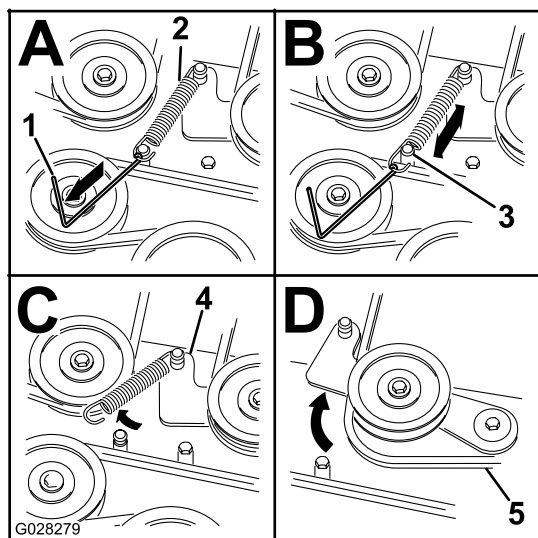

Figure 52
7. À l'aide d'un outil de dépose de ressort (réf. Toro 92-5771), décrochez le ressort de tension de l'ergot sur le tablier pour éliminer la tension sur la poulie de tension (Figure 52).
10. Acheminez la courroie neuve autour des poulies du tablier de coupe et de la poulie d'embrayage, sous le moteur (Figure 52).
11. À l'aide d'un outil de dépose de ressort (réf. Toro 92-5771), accrochez le ressort de tension à l'ergot situé sur le tablier, ce qui a pour effet d'exercer une tension sur la poulie de tension et la courroie du tablier de coupe (Figure 52).